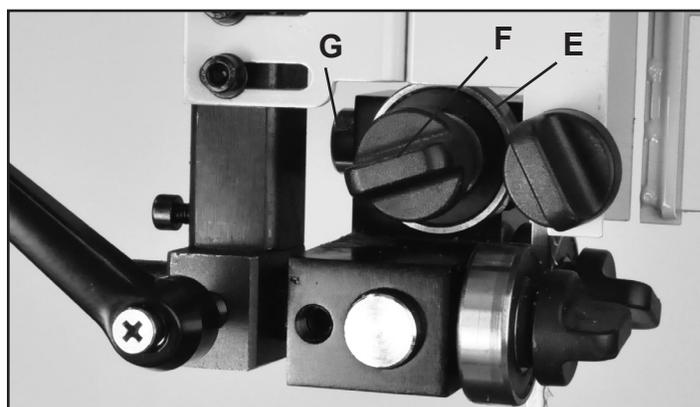

FIGURE 24
4. Ajustez le guide de roulement arrière (Fig. 24, E) pour qu'il soit juste dégagé à l'arrière de la lame de scie. Relâchez la poignée de verrouillage du guide (#50E, F) et déplacez le guide arrière vers la lame en poussant l'extrémité de l'arbre du guide arrière (#31E, G). Serrez la poignée quand c'est fait. Fig. 24.